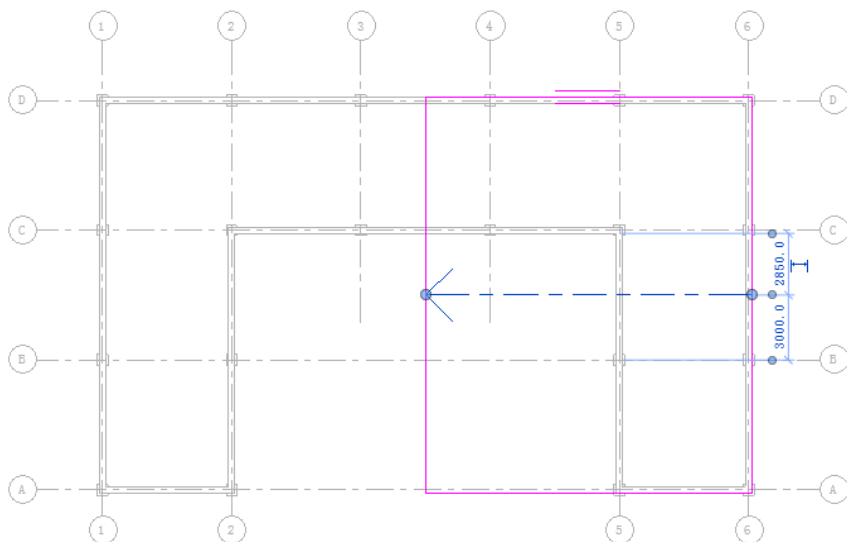

图 11-14 绘制坡度箭头
- (4) 单击“绘制”面板中的“坡度箭头”按钮和“线”按钮，捕捉边界线的中点绘制坡度箭头，如图 11-14 所示。坡度箭头必须始于现有的绘制线。